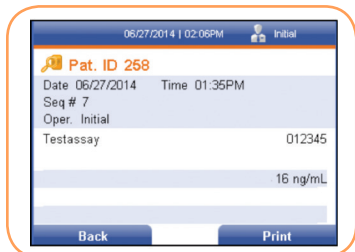

FIGURA 59
2. Mediante la tecla [↓], seleccione la línea de resultados que desee. Use la tecla programable derecha del teclado para seleccionar Ver detalles. Se muestra la fecha y la hora a la que se obtuvo el resultado, junto con el número de secuencia, el operador, el número y lote de análisis y los resultados del paciente (Figura 59).